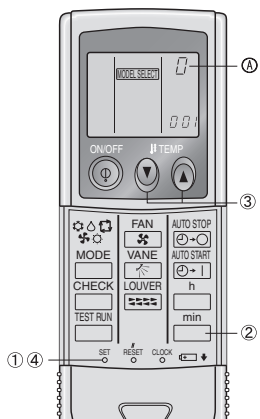

Fig. 6-9
4) Réglage du numéro de paire de télécommande sans fil infrarouge (Fig. 6-9)
- ① Appuyer sur le bouton SET à l'aide d'un objet pointu.
- ② Appuyer deux fois sans relâcher sur le bouton min .
- ③ Appuyer sur le bouton temp \odot \odot pour attribuer le numéro de paires de votre choix. Si l'opération est erronée, appuyer sur la touche ON/OFF \odot et recommencer à partir du point 2.
- ④ Appuyer sur le bouton SET à l'aide d'un objet pointu.